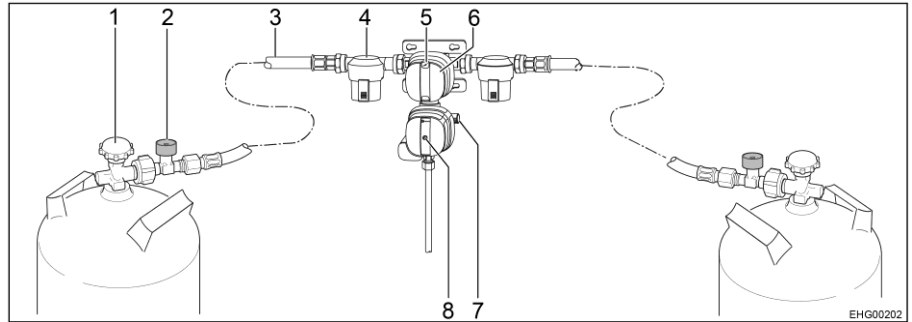

Fig. 135 Sistema de regulación de presión de gas de seguridad DuoControl CS
El sistema de regulación DuoControl se compone de una válvula selectora y el sensor de impacto. El sistema de regulación DuoControl está montado entre las mangueras de alta presión (Fig. 135,3) con dispositivo de seguridad en caso de rotura de manguera (Fig. 135,2). Con el botón giratorio (Fig. 135,6) en la válvula selectora se puede determinar cuál de las bombonas de gas se utilizará como bombona de servicio y cuál de ellas como bombona de reserva.
En la mirilla (Fig. 135,5) se indica el estado del suministro de gas:
El sensor de impacto bloqueará el suministro de gas en caso de un impacto significativo (p. ej. accidente). La posición del botón de restablecimiento amarillo (Fig. 135,8) indica el estado de funcionamiento del sensor de impacto:
- Si el botón de restablecimiento amarillo (Fig. 135,8) está hundido, el sensor de impacto está dispuesto para el funcionamiento.
- Si el botón de restablecimiento amarillo (Fig. 135,8) sobresale, el sensor de impacto **no** está dispuesto para el funcionamiento. Puesta en funcionamiento, véase más abajo.
El dispositivo de seguridad en caso de rotura de manguera (Fig. 135,2) bloqueará el flujo de gas si se rompe la manguera conectada. El dispositivo de seguridad en caso de rotura de manguera se deberá activar pulsando la tecla verde.
- Con el botón giratorio (Fig. 135,6) en la válvula selectora, seleccionar la bomba de gas de la que habrá de tomarse el gas principalmente (bomba de servicio). Girar el botón giratorio siempre hasta el tope.
- Abrir las llaves de paso principales (Fig. 135,1) de las bombonas de gas.
- Pulsar la tecla verde del dispositivo de seguridad en caso de rotura de manguera (Fig. 135,2) por aprox. 5 segundos. En la mirilla (Fig. 135,5) se visualizará la marca verde.
- Si el sensor de impacto ha disparado (el botón de restablecimiento amarillo (Fig. 135,8) sobresale):
Hundir el botón de restablecimiento amarillo (Fig. 135,8) con fuerza, girarlo ligeramente en sentido de las agujas del reloj y mantenerlo pulsado por aprox. 5 segundos. Asegurarse de que el botón de restablecimiento permanezca en la posición hundida ("dispuesto para el funcionamiento").
- Cerrar las llaves de paso principales (Fig. 135,1) de las bombonas de gas.
En caso de que luz de control verde (Fig. 136,6) se apague durante el servicio y se encienda la luz de control roja (Fig. 136,5), estará vacía la bombona de servicio y se deberá cambiar. En la mirilla (Fig. 135,5) de la bombona de gas perteneciente se visualizará la marca roja. La bombona de reserva seguirá suministrando gas a los consumidores de gas.
- Girar el botón giratorio (Fig. 135,6) hasta el tope en sentido de la bombona de gas utilizada de momento. De este modo, esta bombona de gas ahora será la bombona de servicio y la bombona de gas vacía se convertirá en la bombona de reserva. La marca en la mirilla (Fig. 135,5) cambiará de rojo a verde.
- Cerrar la llave de paso principal (Fig. 135,1) de la bombona de gas vacía. Observar el sentido de la flecha.
- Pulsar la tecla verde del dispositivo de seguridad en caso de rotura de manguera (Fig. 135,2).